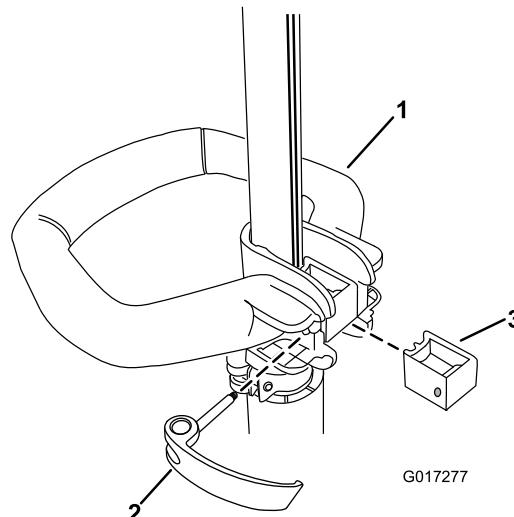

Figura 5
1. Coloque la empuñadura auxiliar sobre el mango de la desbrozadora con la superficie lisa hacia el operador (Figura 5).
- Introduzca la pieza de refuerzo en la empuñadura auxiliar de manera que el refuerzo encaje en la ranura del mango (Figura 5).
- Pase el pestillo desde la izquierda a través de la empuñadura y la pieza de refuerzo, según se indica, y apriete el tornillo del pestillo con un destornillador de punta Phillips (Figura 5).